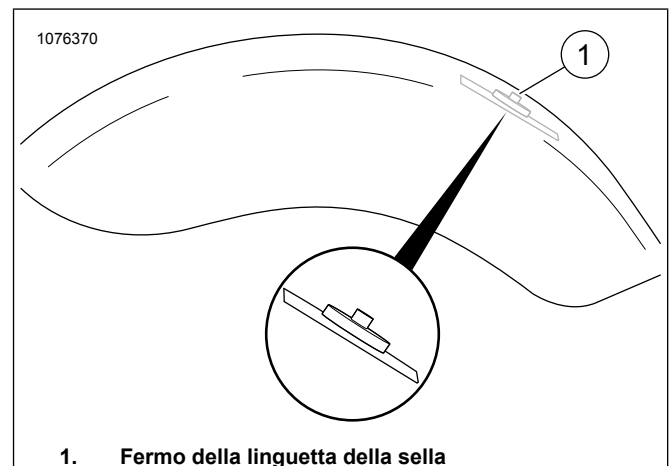

Figura 2. Dispositivo di fissaggio con nastro
Vedere Figura 2. Utilizzando del nastro adesivo telato, far aderire il fermo della linguetta della sella (1) nello stesso punto dove è stato rimosso il dado di fissaggio.